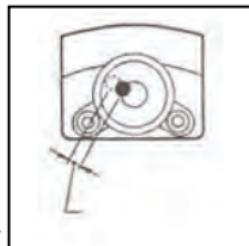

Рис.7
- 3) Устранит половину смещения пузырька с помощью подъемных винтов „5“. (Рис.7)